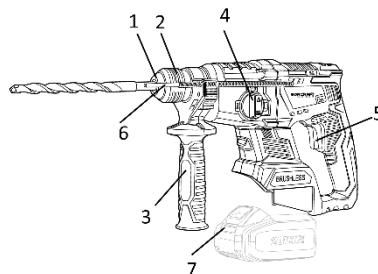

Рисунок 1
4.1 Після під'єднання акумуляторної батареї (продажується окремо!), виберіть необхідний режим роботи виробу за допомогою перемикача (4) (див. рисунок 1).
4.2 Для ввімкнення виробу натисніть на курок вимикача (5) (рис.1). Для відключення виробу слід курок відпустити.